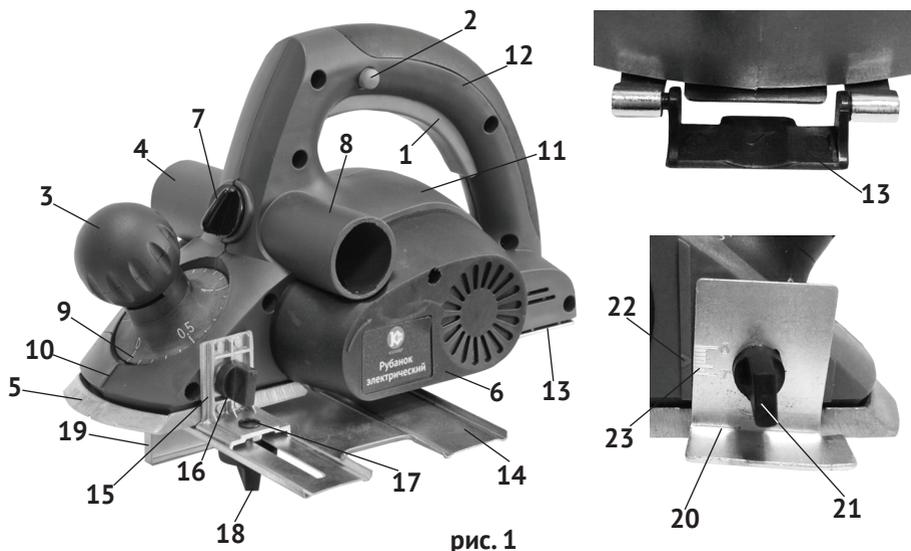

рис. 1
1.1 Ручной электрический рубанок (далее по тексту – рубанок) предназначен для строгания пиломатериалов из древесины различных пород. V – образная канавка на рабочей поверхности передней подошвы (рис.1 поз.5), позволяют производить снятие фасок при изготовлении элементов деревянных конструкций. В комплект поставки входит параллельный упор, крепящийся к корпусу рубанка (справа или слева) над регулируемой подошвой.
Внешний вид рубанка представлен на рис.1
1.7 Механизмы рубанка (коллекторный двигатель и ножевой барабан) расположены в пластиковом корпусе (рис.1 поз.11), состоящем из 2-х половин, выпоненных заодно с рукояткой. Крутящий момент с якоря электродвигателя, поликлиновым ремнём передаётся на барабан. На барабане рубанка крепятся два ножа с двухсторонней заточкой. Ножи – основной рабочий инструмент рубанка. На крышке ремня (рис.1 поз.6) стрелкой указано направление вращения ремня и барабана.
Отвод стружки возможен в одну из двух сторон поворотом рукоятки (рис.1 поз.7) пластины отражателя стружки. Параллельный упор, закреплённый на рубанке, расширяет возможности использования инструмента, особенно при обработке узких заготовок, при выборке четверти, формировании шпунтов. Упор позволяет (при обработанном, ровном торце) сострогать точно выставленную ширину от края заготовки. Также в комплект поставки входит уголок-ограничитель глубины строгания (рис.1 поз.20), позволяющий точно выдерживать глубину
К заднему торцу нерегулируемой подошвы крепится предохранительная подставка (рис.1 поз.13). В опущенном положении она предотвращает касание ножей вала поверхности верстака (рабочего стола). Перед началом строгания подставка (рис.1 поз.13) сдвигается вверх. После окончания работы подставка поворачивается вниз предотвращая касание поверхности ножами.
1.8 Клавиша выключателя (рис.1 поз.1) расположена в нижней части рукоятки.
Во избежание самопроизвольного включения инструмента, выключатель снабжён блокировкой клавиши (кнопка блокировки, рис.1 поз.2, расположена на левой части рукоятки). Включение рубанка, осуществляется нажатием на клавишу выключателя, после нажатия и удержания кнопки блокировки. Рубанок отключается при отпускании клавиши выключателя, при этом кнопка блокировки (со щелчком) возвращается в исходное положение - заблокировано.
1.9 Рукояткой (рис.1 поз.3) регулируется глубина строгания. Поворотом рукоятки по часовой стрелке увеличивается глубина строгания (по шкале рис.1 поз.9) в интервале от 0 до 3,0 мм. Разметка шкалы: одно деление - 0,1 мм.
- вращением ручки (рис.1 поз.3) установить глубину строгания за один проход, совместив нужное значение шкалы (рис.1 поз.9) с указателем (рис.1 поз.10). Глубина строгания: для черновой (обдирочной) обработки - 1.5-2.0 мм, для окончательной (чистовой) обработки - 0.2-0.3 мм;
- рукояткой (рис.1 поз.7) перевести отражатель выброса стружки в сторону установленного мешка и опробовать работу рубанка на холостом ходу.
- выполняя строгание, установите включённый рубанок регулируемой подошвой на заготовку, и равномерно, без значительного усилия, начинайте перемещать вдоль заготовки. Убедитесь, что предохранительная подставка (рис.1 поз.13) сдвинута вверх, обе подошвы рубанка на плоскости заготовки. Увеличение усилия нажатия и повышенная скорость подачи ведёт к перегреву рубанка и быстрому затуплению ножей;
- снятие фаски осуществляется перемещением рубанка по обрабатываемому углу заготовки, с использованием V-образного паза в регулируемой подошве (рис.1 поз.5).
- скрепить пластину (рис.1 поз.14) упора с крепёжным уголком (рис.1 поз.15) винтом (рис.1 поз.17) и гайкой-барашком (рис.1 поз.18);
- вставив прямоугольный выступ уголка в отверстие корпуса, закрепить упор на корпусе винтом крепления (рис.1 поз.16).
Ослабив гайку-барашек, сдвинуть пластину упора до касания бортиком (рис.1 поз.19) края заготовки. Провести строгание, ведя бортник упора по торцу заготовки.
Для проведения строгания с выборкой четверти, кроме параллельного упора необходимо закрепить с противоположной стороны уголок-ограничитель (рис.1 поз.20) глубины выборки со шкалой (рис.1 поз.23). Пластиной параллельного упора выставляется необходимая ширина выборки. По разметке на уголке, его подошва поднимается на необходимую глубину выборки четверти (от 0 до 7 мм).